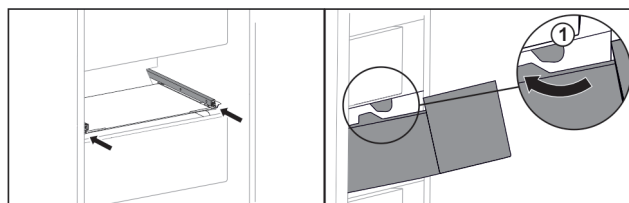

Fig. 136
- ▶ Introduzca el cajón rodeando los toques Fig. 136 (1).